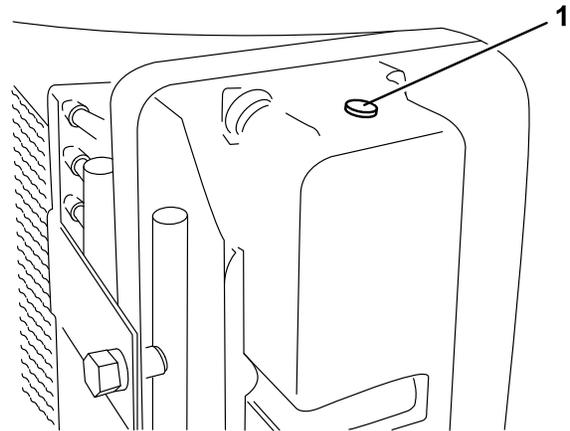

Figure 32
**Remarque:** Si de l'air est présent dans le système, enlevez le bouchon d'aération (Figure 32) en haut du réservoir latéral du radiateur pour permettre à l'air de s'échapper. Remettez le bouchon d'aération en place après avoir enduit le filetage de produit d'étanchéité au Teflon.